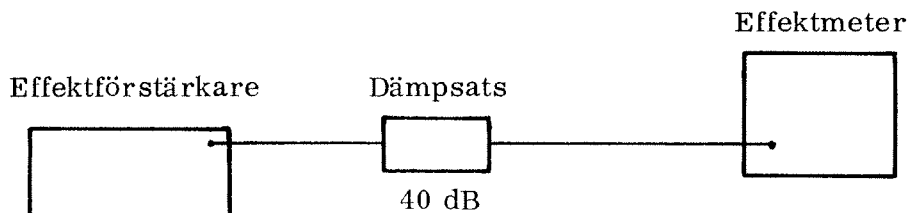

Bild 3
4.2.3.1 Koppla upp enligt bild 3.